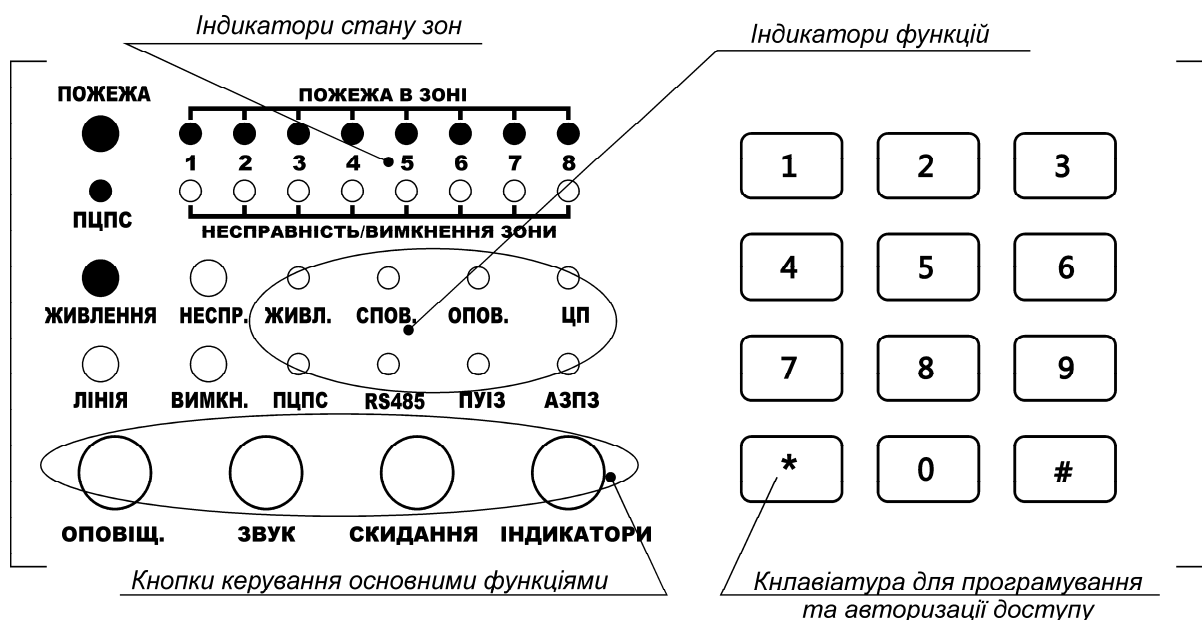

Рисунок 5.1 – Передня панель ППКП
1) перший рівень – можна одержувати інформацію, без попередніх ручних операцій (перегляд сповіщень), вимкнення звукового індикатора (кнопка «Звук» – див. рисунок 5.1);
2) другий рівень дозволяє: скидання режиму пожежної тривоги (кнопка «Скидання» - див. рисунок 5.1), вимкнення та повторне увімкнення оповіщення (кнопка «Оповіщ.» - див. рисунок 5.1), вимкнення несправних зон та кіл;
при вимкненому живленні натиснути кнопку «Скидання» (рис. 5.1), та утримуючи її подати живлення на ППКП. Утримувати кнопку до трьох коротких звукових сигналів – заводські коди доступу завантажено: